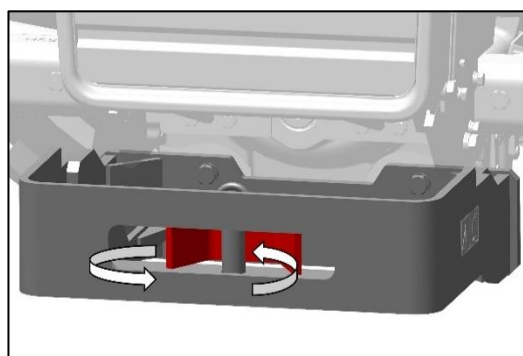

Fig. 162 : ZONE DE PASSAGE DE LA CORDE
- b. Une corde ou sangle peut également être fixée sur le cadre contre-poids avant, comme illustré sur la Fig. 162 (dans un sens ou dans l'autre).